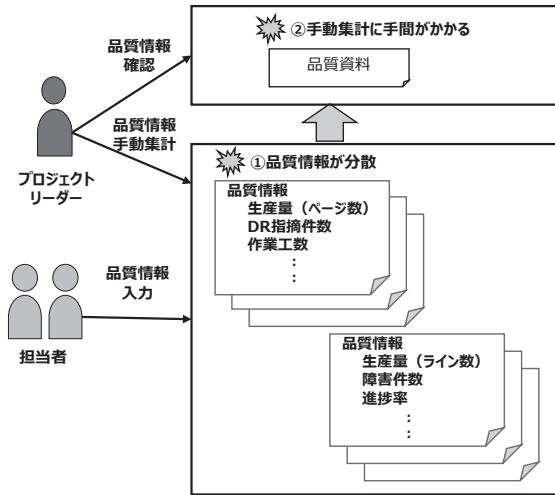

図6. 品質分析の課題
(2) 品質情報が一元管理できない
品質を分析する際に必要となる情報が複数の資料に分散しており、品質情報の入力、収集に多くの手間がかかっていた。(図6の①)
(3) 品質分析に時間がかかる
短時間で品質分析を繰り返す必要がある。一方、品質情報は手作業で集計していたため、品質資料の作成やフェーズ移行審査に多大な時間を要していた。(図6の②)